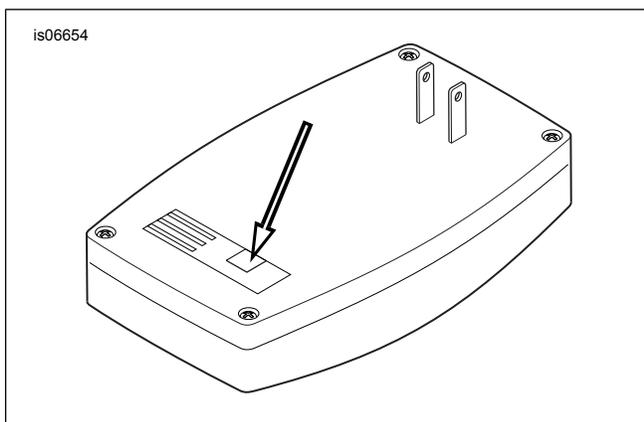

Figura 1. Receptor do mecanismo de abertura da porta da garagem, vista traseira
7. Veja a Figura 1. Ligue o conector do conjunto de cabos do receptor do mecanismo de abertura da porta da garagem Harley-Davidson na parte traseira do receptor do mecanismo de abertura de porta de garagem Harley-Davidson no local exibido.